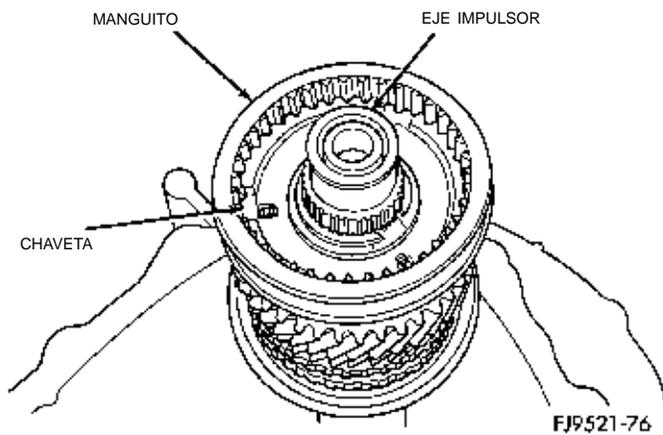

Fig. 119 Manguito del sincronizador
(5) Deslice el manguito sobre la maza y oprima las bolas mientras desliza cuidadosamente el manguito hacia su posición (Fig. 119).